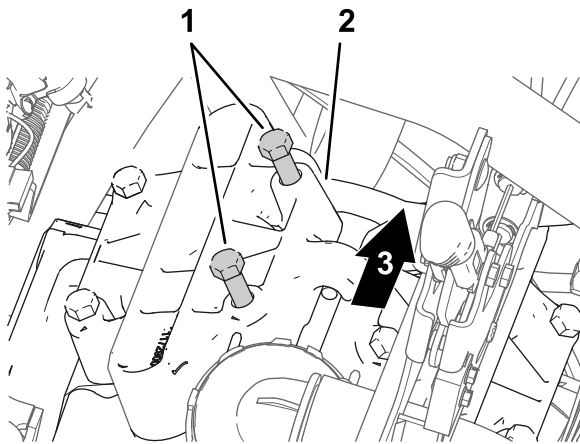

Bild 176
1. Lösen Sie am Pumpenkopf, der sich an der 11-Uhr-Stellung befindet, die zwei Schrauben, wie in Bild 176 abgebildet, um einen 7 mm bis 10 mm großen Abstand zwischen dem Kopf der Schrauben und der Pumpe zu erhalten.